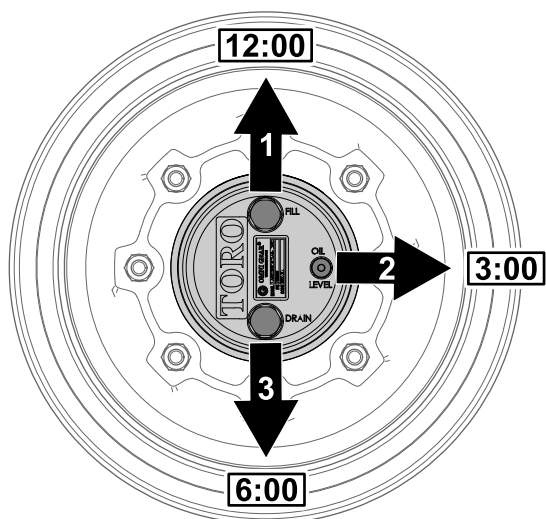

Figure 73
1. Garez la machine sur une surface plane et horizontale, puis tournez la roue de sorte que le bouchon de remplissage soit à la position 12 heures, le bouchon de contrôle soit à la position 3 heures et le bouchon de vidange soit à la position 6 heures (Figure 73).
position 3 heures et le bouchon de vidange soit à la position 6 heures ; voir Figure 73 sous Contrôle du niveau de lubrifiant du train planétaire (page 77).